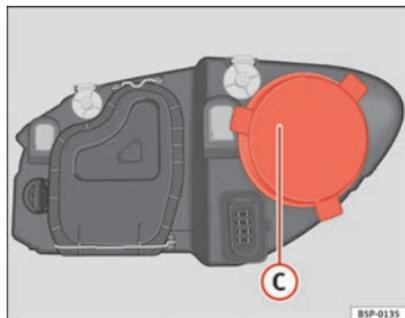

Fig. 181 Feux de route
- Retirez le cache ⇒ fig. 181 ① en tirant dessus.